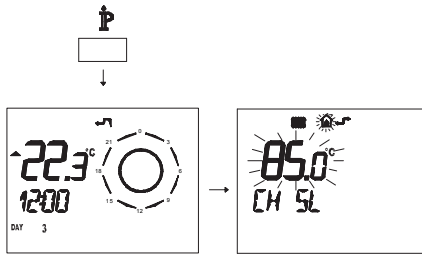

Figura 5.67
- Premere per più di 3 secondi il pulsante  per entrare in modalità **INFO** (Figura 5.67).